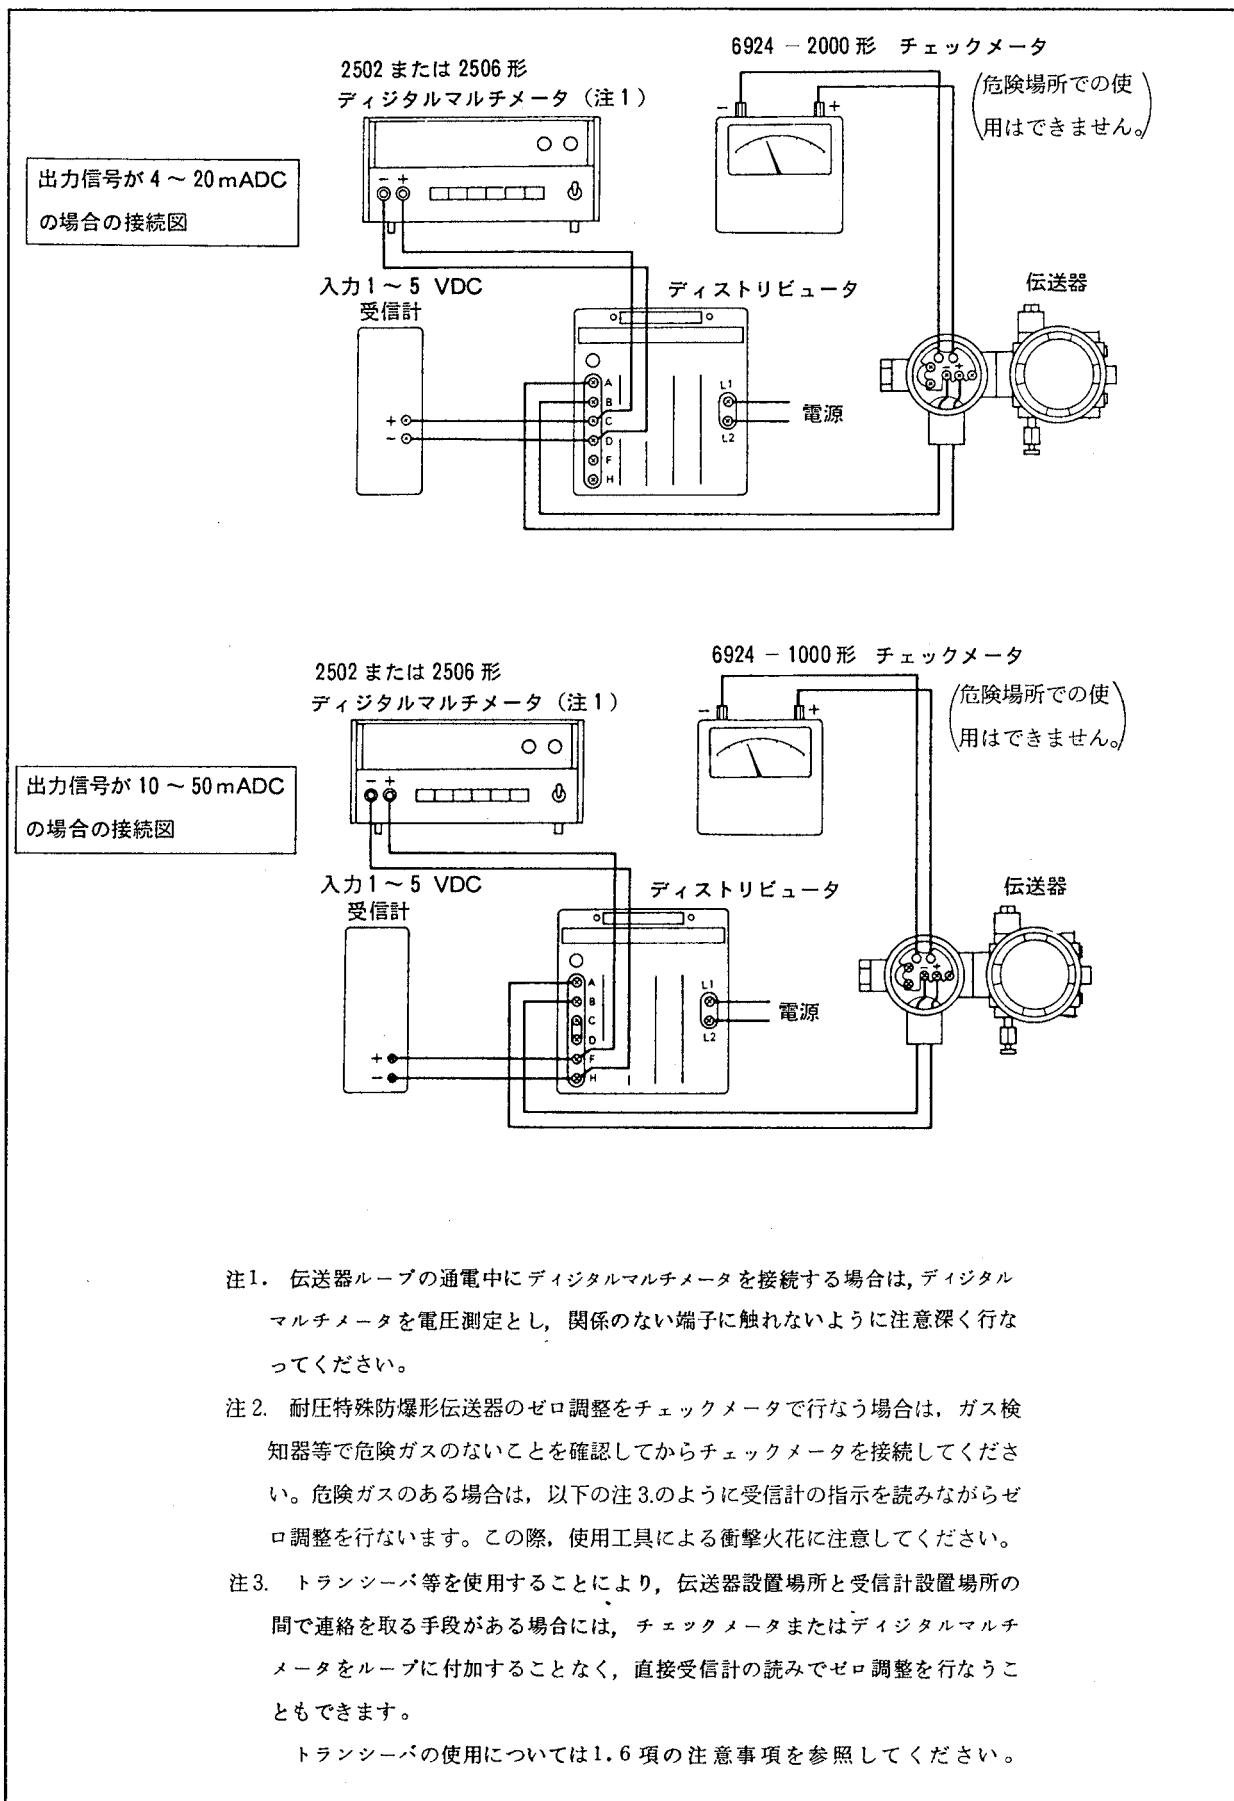

図5-4 ゼロ調整接続図
- (1) 図 5.4 のように接続します。
- (2) 各機器の電源を投入し、5分以上ウォームアップします。